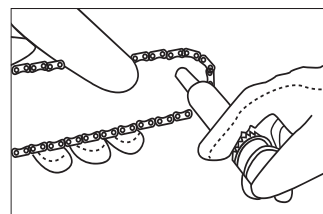

Рис. 28
3. Поместете иглообразна дюза на спринцовката в отвори за смазване и инжекните смазку докато тя не се появи на външния ръб на верижното зъбно колело на шината (рис. 28).